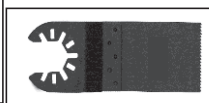

Fig. 1a
a) Pentru accesorii “ deschide din nou “ (Fig. 1a) , șurub lama nu ar trebui să fie eliminată . Este suficient pentru a slăbi ușor lama , pentru a permite accesoriul să se strecoare între scripetele și deținătorul accesorii .